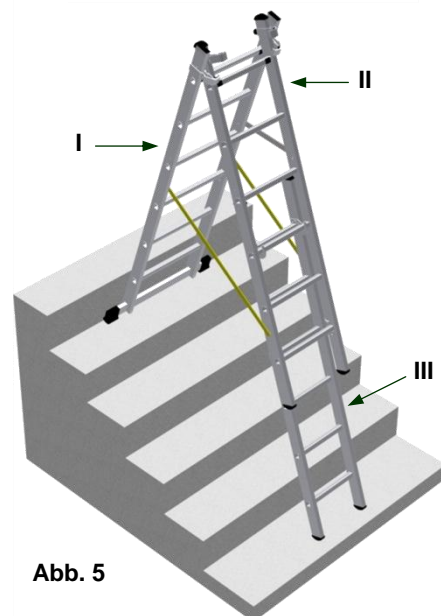

Abb. 5
4. Aufstellen als Stehleiter, treppengängig (Abb. 5)